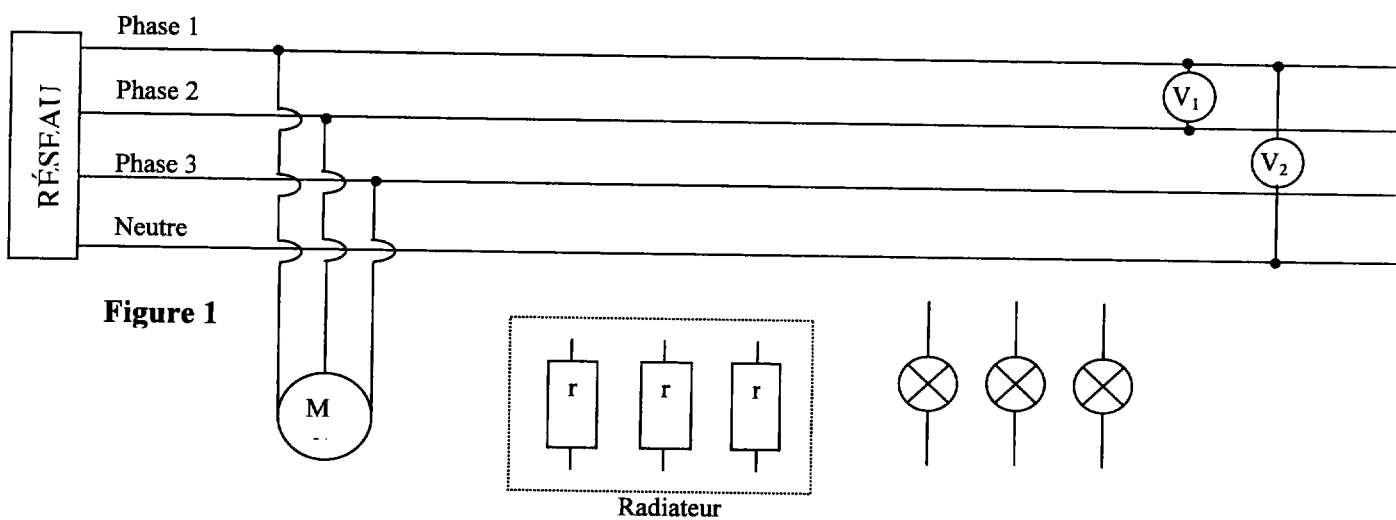

Figure 1
- 1.3. Sur le schéma de la figure 1 du document réponse, représenter le branchement de 3 lampes de telle sorte que l'installation soit équilibrée.
- 2.2. Représenter ce couplage sur le schéma de la figure 1 du document réponse.
- 3.1. Quelles sont les valeurs indiquées par les appareils notés  $V_1$  et  $V_2$  représentés sur le schéma de la figure 1 ?